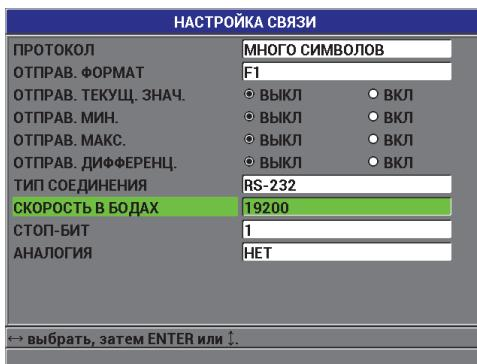

Рис. 8-3 Экран НАСТРОЙКА СВЯЗИ – RS-232
4. В окне **НАСТРОЙКА СВЯЗИ** (см. Рис. 8-3 на стр. 151), установите **ТИП СОЕДИНЕНИЯ** на RS-232, чтобы отобразить параметры RS-232.